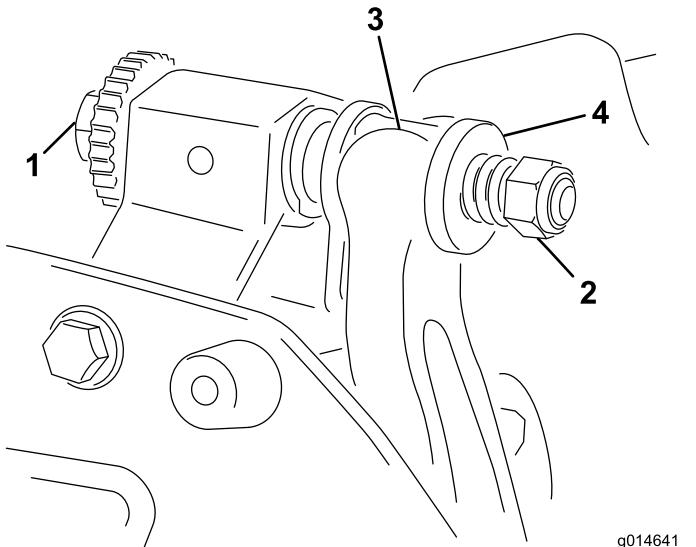

Bild 19
- Drehen Sie die Einstellschraube des Untermesserträgers nach links, um den Abstand zwischen dem Untermesser und der Spindel zu vergrößern (Bild 19).
- Drehen Sie die Federspannungsmutter so weit hinaus, bis die Scheibe nicht mehr gegen den Untermesserträger angespannt ist (Bild 19).